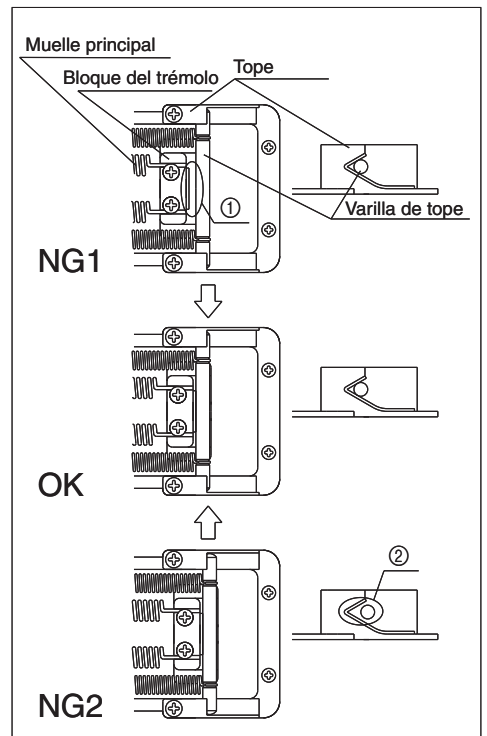

Fig. 40
Con el instrumento correctamente afinado, verifique que la varilla de tope toque el bloque de tremolo y el tope (Fig. 40 OK).
Si la varilla de tope no toca el bloque del tremolo (Fig. 40 NG1-①), gire la manilla de ajuste del muelle en el sentido contrario al de las agujas del reloj y afloje el muelle principal.
Si la varilla de tope no toca el tope (Fig. 40 NG2-②), gire la manilla de ajuste del muelle principal en el sentido de las agujas del reloj para apretar el muelle principal.